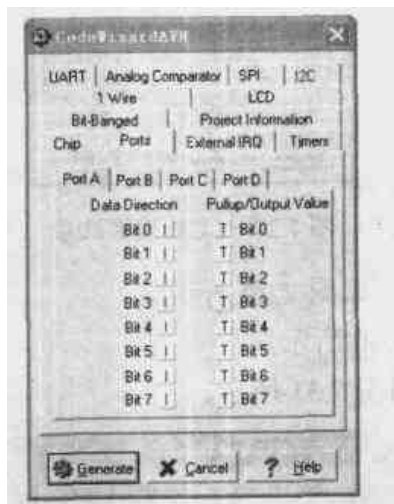

图 7.21 Ports 设置页面
2. 端口设置，可以设置各端口的初始化状态，如图 7.21 所示。